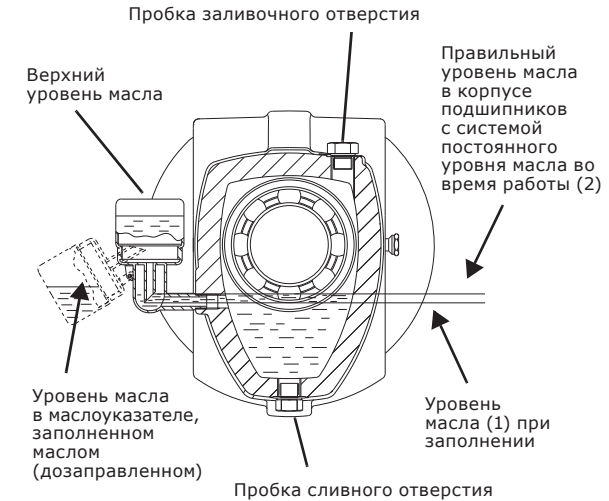

Рис. 18 Заливка масла
2	Отвести в сторону маслэнку и залить масло через заливочное отверстие, чтобы оно достигло уровня (1) в соединительном колене. См. рис. 18.
3	Залить резервуар маслоуказателя маслом и вернуть маслоуказатель в прежнее положение. Теперь маслом будет заполняться корпус подшипников. В процессе заполнения в резервуаре появляются воздушные пузырьки. Продолжать заполнение, пока масло не достигнет необходимого уровня (2). См. рис. Рис. 18.
Уровень масла в корпусе подшипников должен быть всегда таким, как показано на рис. 18. Регулярно проверяйте уровень масла во время работы и, при необходимости, добавляйте масло.